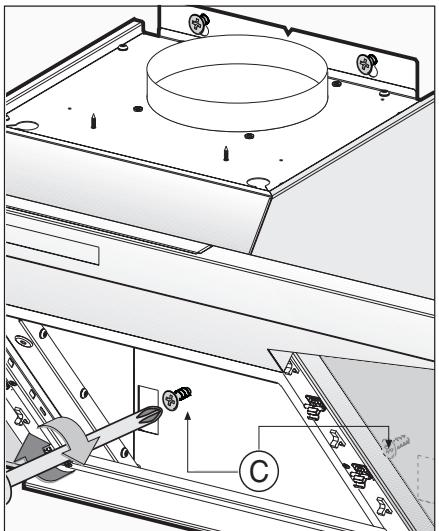

Fig.8
- När justeringen är klar ska spiskåpan fästas definitivt med de **2** skruvarna **C** (Fig.8).